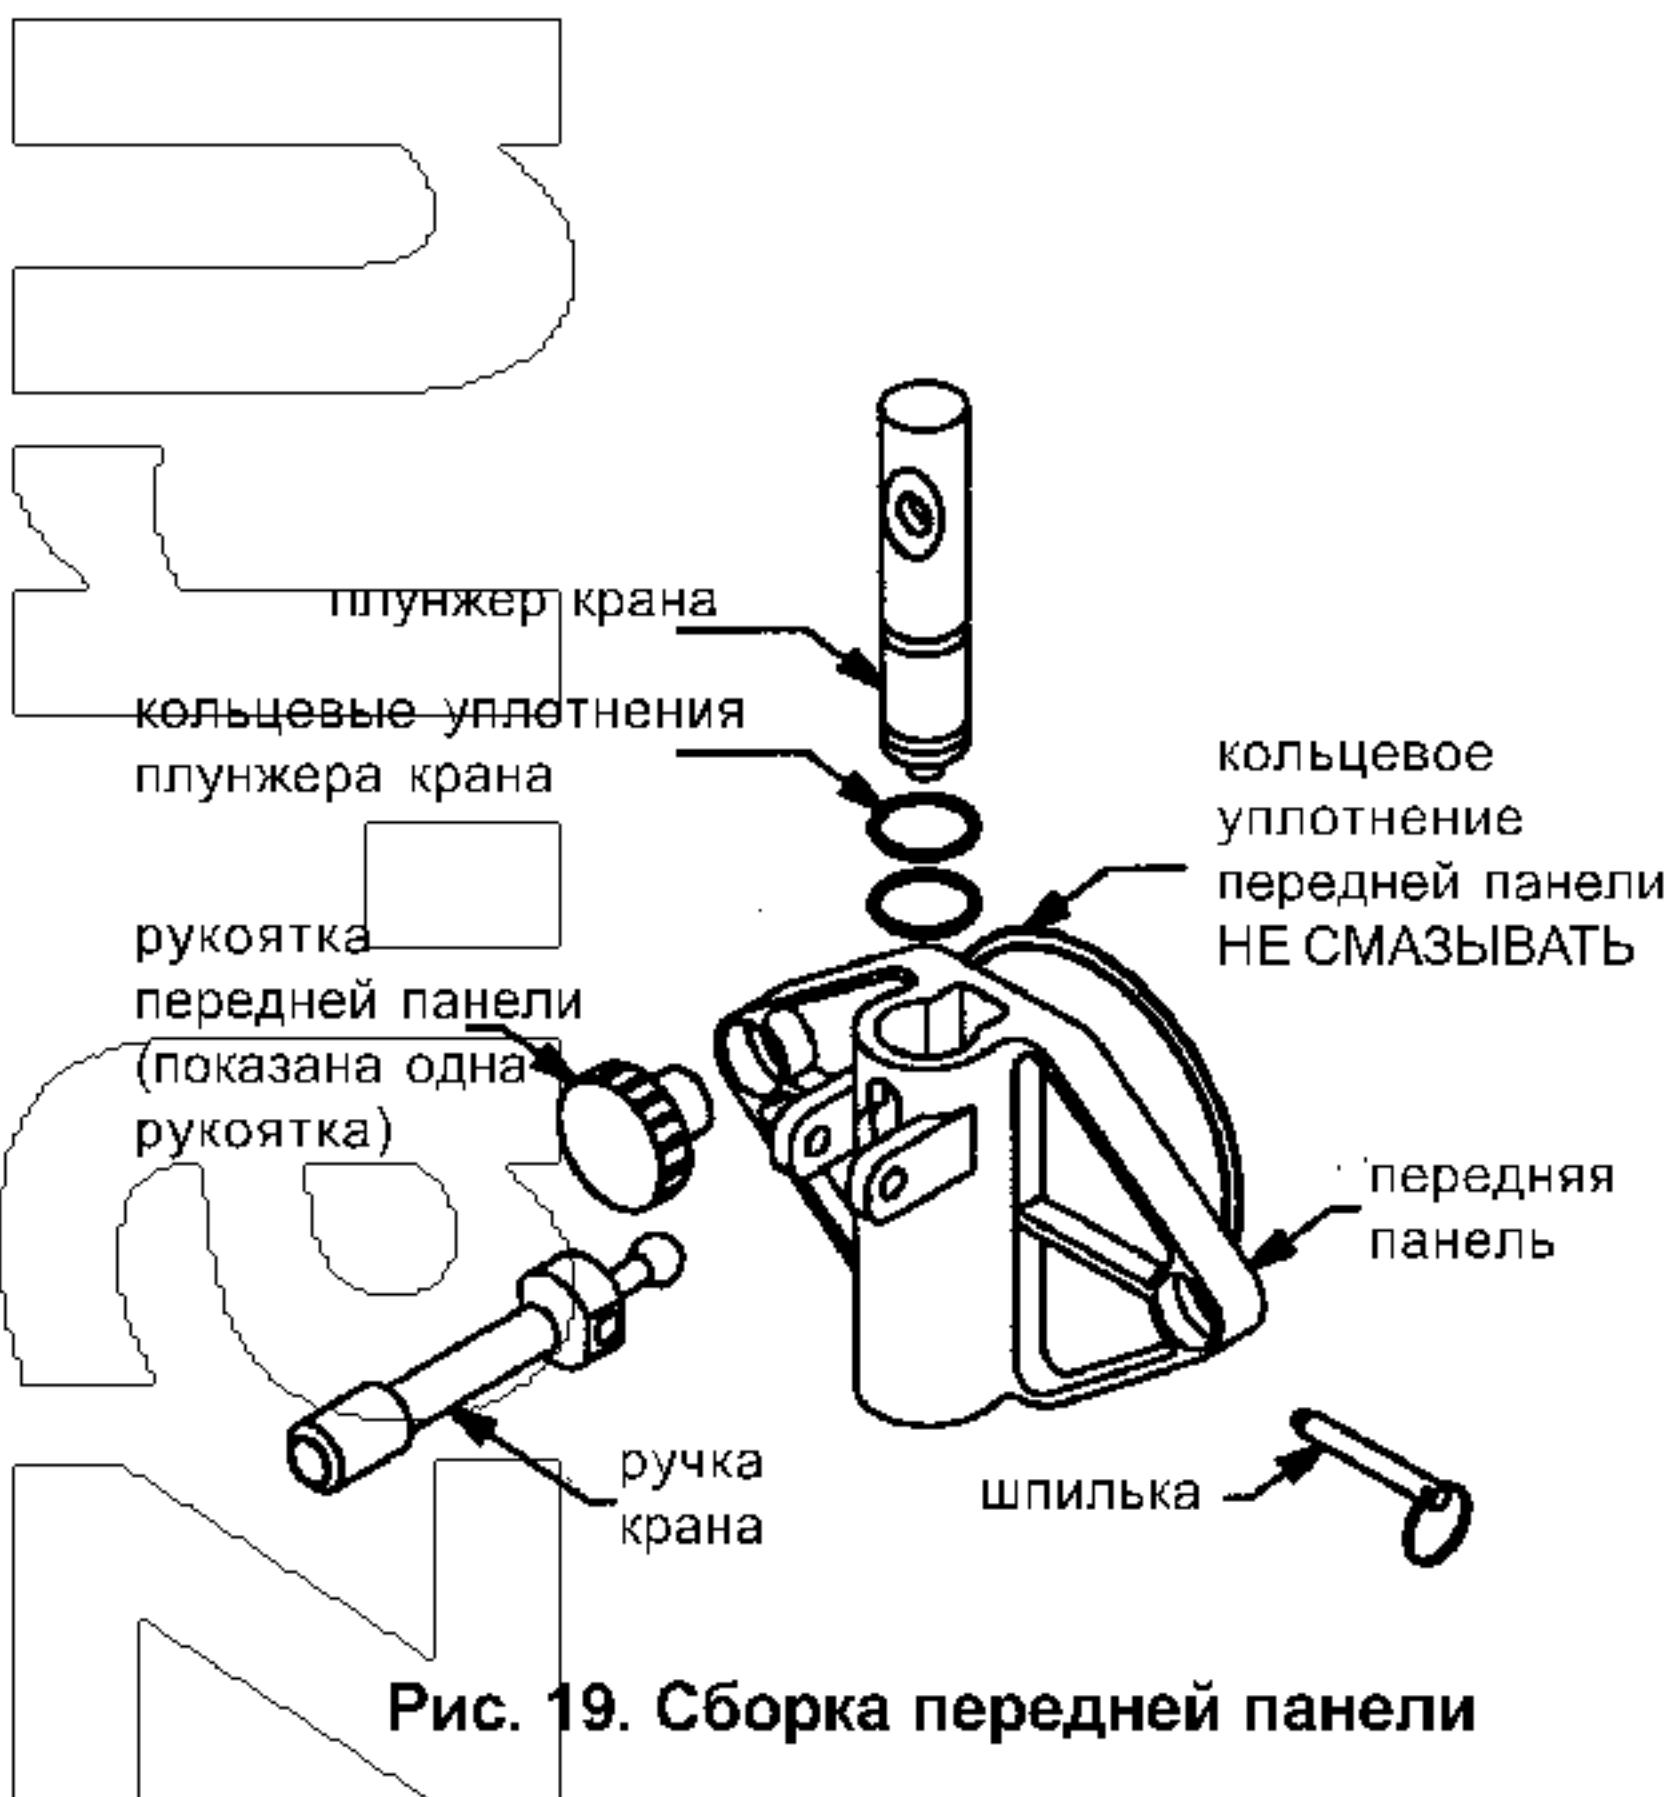

Рис. 19. Сборка передней панели
- б. Вставьте смазанный плунжер крана в переднюю панель (рис. 19), убедившись, что прорезь под ручку расположена спереди.